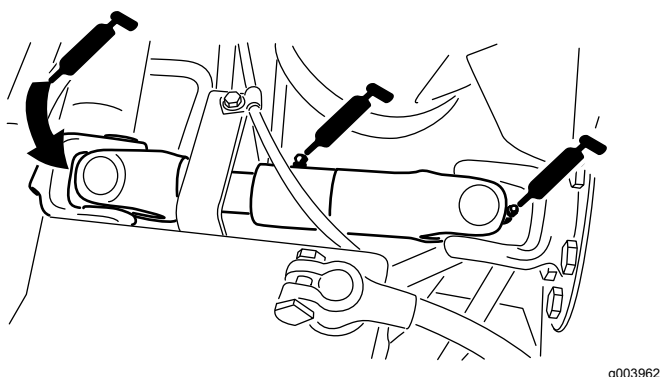

Figura 38
- Cardán del árbol de transmisión de la bomba (3) (Figura 38)